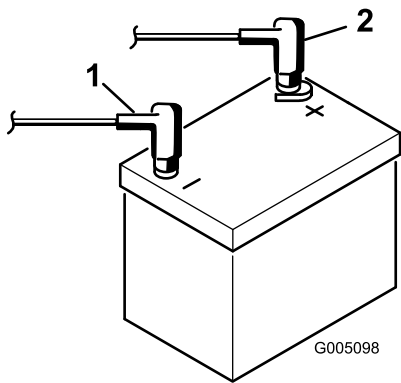

图6
9. 使用螺栓和螺母将正极（红色）接线连接到正极（+）电池端子，负极（黑色）接线连接到负极（-）电池端子（图6）。将橡皮套滑动到正极电池端子上，防止可能发生的短路情况。